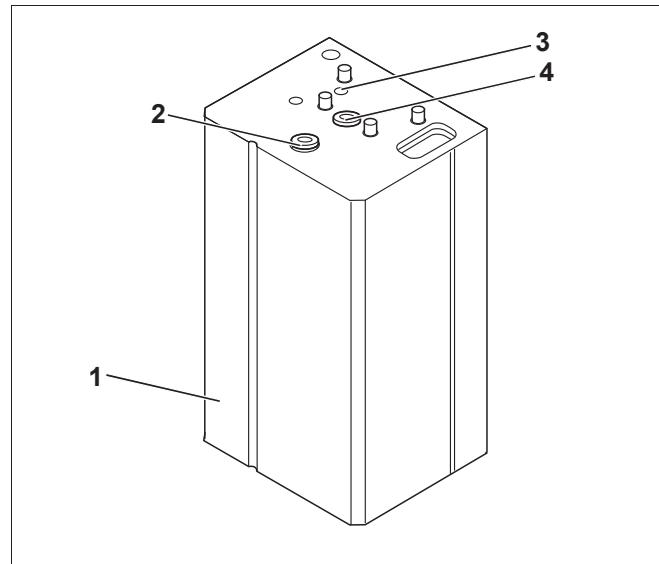

Рис. 1 Бак-водонагреватель HT/HC/H110 W
- Бак-водонагреватель с антакоррозионной защитой. Антакоррозионная защита состоит из гигиенической термоглазури Buderus DUOCLEAN MKT и катодной защиты в виде магниевого анода (рис. 1, [2]).
Через контрольное отверстие (рис. 1, [4]) можно визуально контролировать бак-водонагреватель.
- Облицовка с теплоизоляцией (рис. 1, [1])
Температурный датчик, установленный в гильзу (рис. 1, [3]), регистрирует фактическую температуру горячей воды, передаёт её системе управления отопительной установки, которая осуществляет регулирование системы для обеспечения нужной температуры.